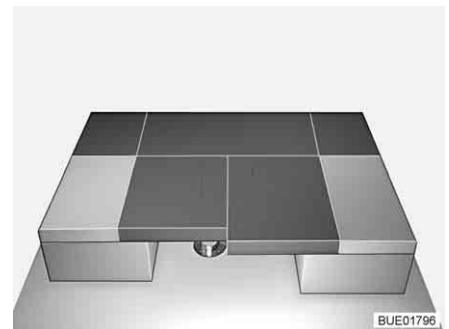

Fig. 100 Después de la transformación
- Insertar los dos cojines de asiento entre los cojines de respaldo (véase Fig. 100).